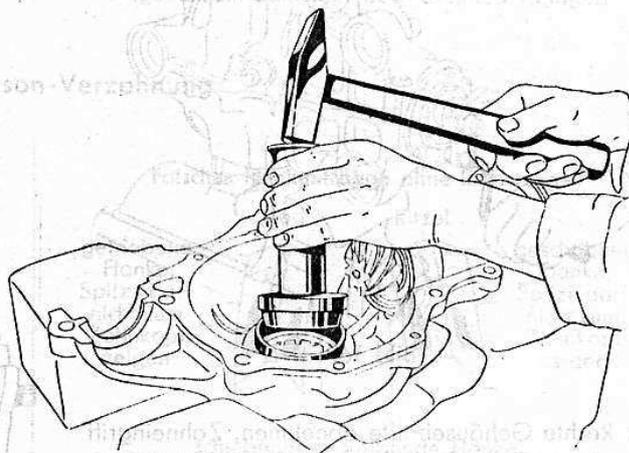

Bild 167
11. Äußeren Ring des Kegelrollenlagers mit Dorn von innen dagegensetzen (Bild 167).